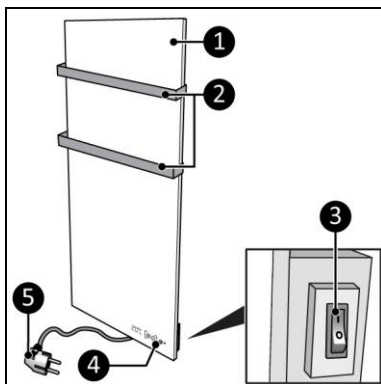
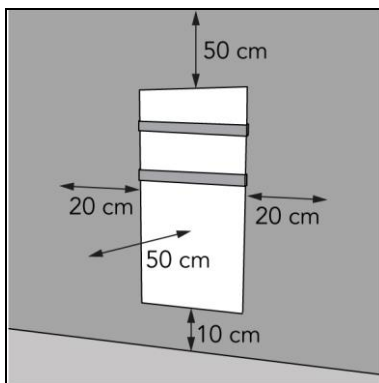

Figura 4
Figura 6
Sani Wi-Fi (Figura 4) este un încălzitor electric pentru baie, ușor de utilizat în zona 3 a băii (Figura 6). Sani Wi-Fi poate fi utilizat cu aplicația Eurom Smart.
2. Montați dispozitivul la o distanță minimă de (Figura 6):